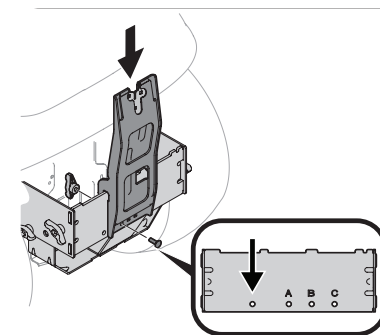

Figure 5
2. Alignez le trou gauche du support vertical avec le trou le plus à gauche. Voir Figure 5.
3. Fixez le support vertical au support de montage avec un boulon de carrosserie (710-0276) et un écrou papillon (720-04122) du kit de quincaillerie 689-02364. Voir Figure 5.